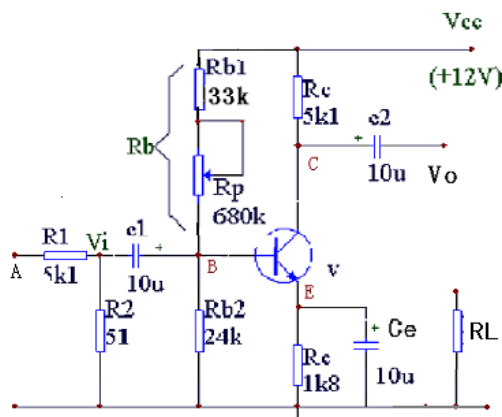

图 2.2 小信号放大电路
(1) 按图 2.2 所示电路连线。将信号源的输出信号频率调到  $f=1000\text{Hz}$  并接至放大电路的 A 点，经过  $R_1$ 、 $R_2$  衰减（100）倍，调节信号源的输出大小使得  $V_i$  点得到有效值  $5\text{mV}$  左右的小信号，观察  $V_i$  和  $V_o$  端波形，在没有失真的情况下测量  $V_o$  有效值。
(2) 信号源频率不变，逐渐加大信号源幅度，观察  $V_o$  不失真时的最大值并填表 2.2。